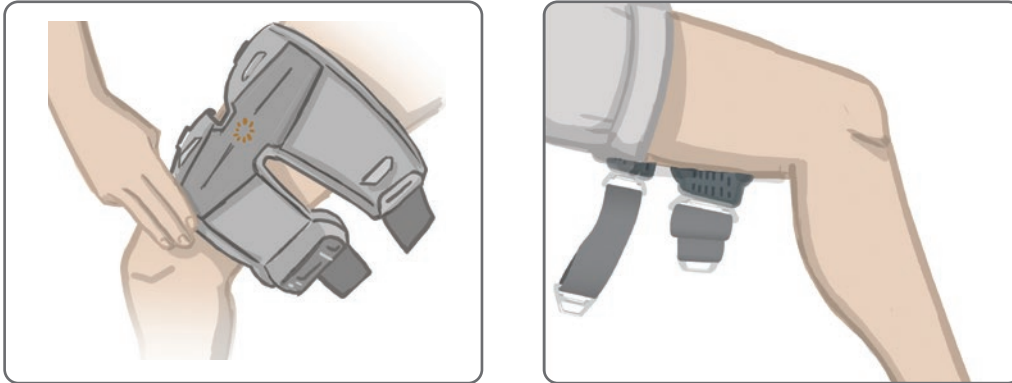

Figura 8-17: Posição correta do localizador do manguito da coxa (Esquerda) Posição do quadríceps mostrada, (Direita) Posição dos isquiotibiais mostrada
- Coloque o localizador do manguito da coxa (uma marca de dedo tátil) na linha média da coxa, a aproximadamente três dedos proximal da patela (se estiver estimulando o quadríceps) ou da fossa poplíteia (se estiver estimulando os isquiotibiais). Veja a Figura 8-17.